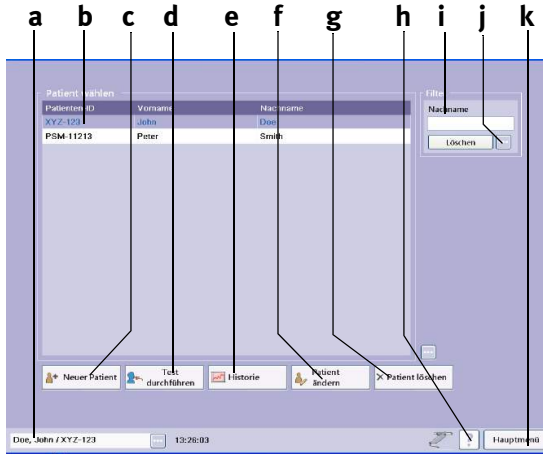

Abb. 3-1 Patientenübersicht
- Zum Suchen eines Patienten geben Sie bei i (Abb. 3-1) den oder die Anfangsbuchstaben seines Nachnamens ein.